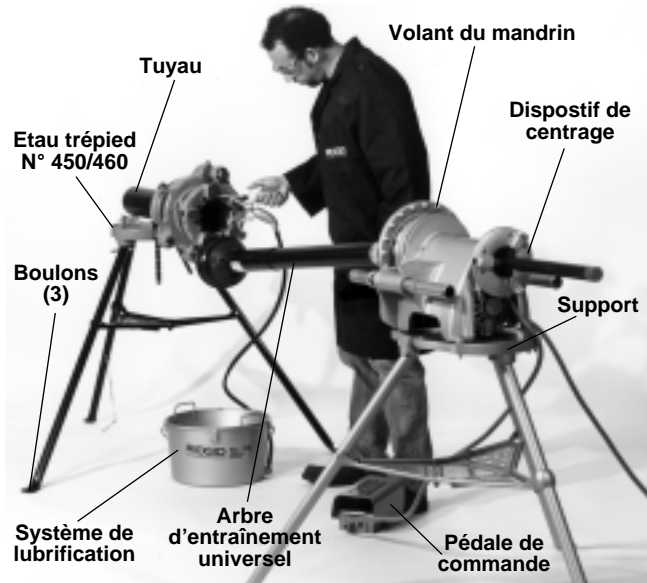

Figure 22 – Filetage des tuyaux avec les fileteuses démultipliées N° 141 et N° 161 à l'aide de l'arbre d'entraînement universel N° 840A
- Positionnez l'étau à chaîne dans l'alignement et de niveau avec l'arbre d'entraînement universel à une distance approximativement égale à la longueur de ce dernier à partir du mandrin avant du système d'entraînement (*Figure 22*).